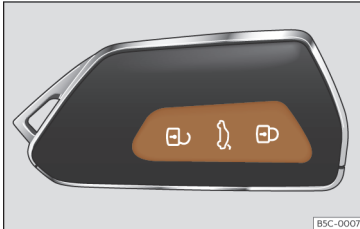

Fig. 79 Cheia cu telecomandă: butoanele.
- Încuiere: apăsați butonul  » » » fig. 79 .